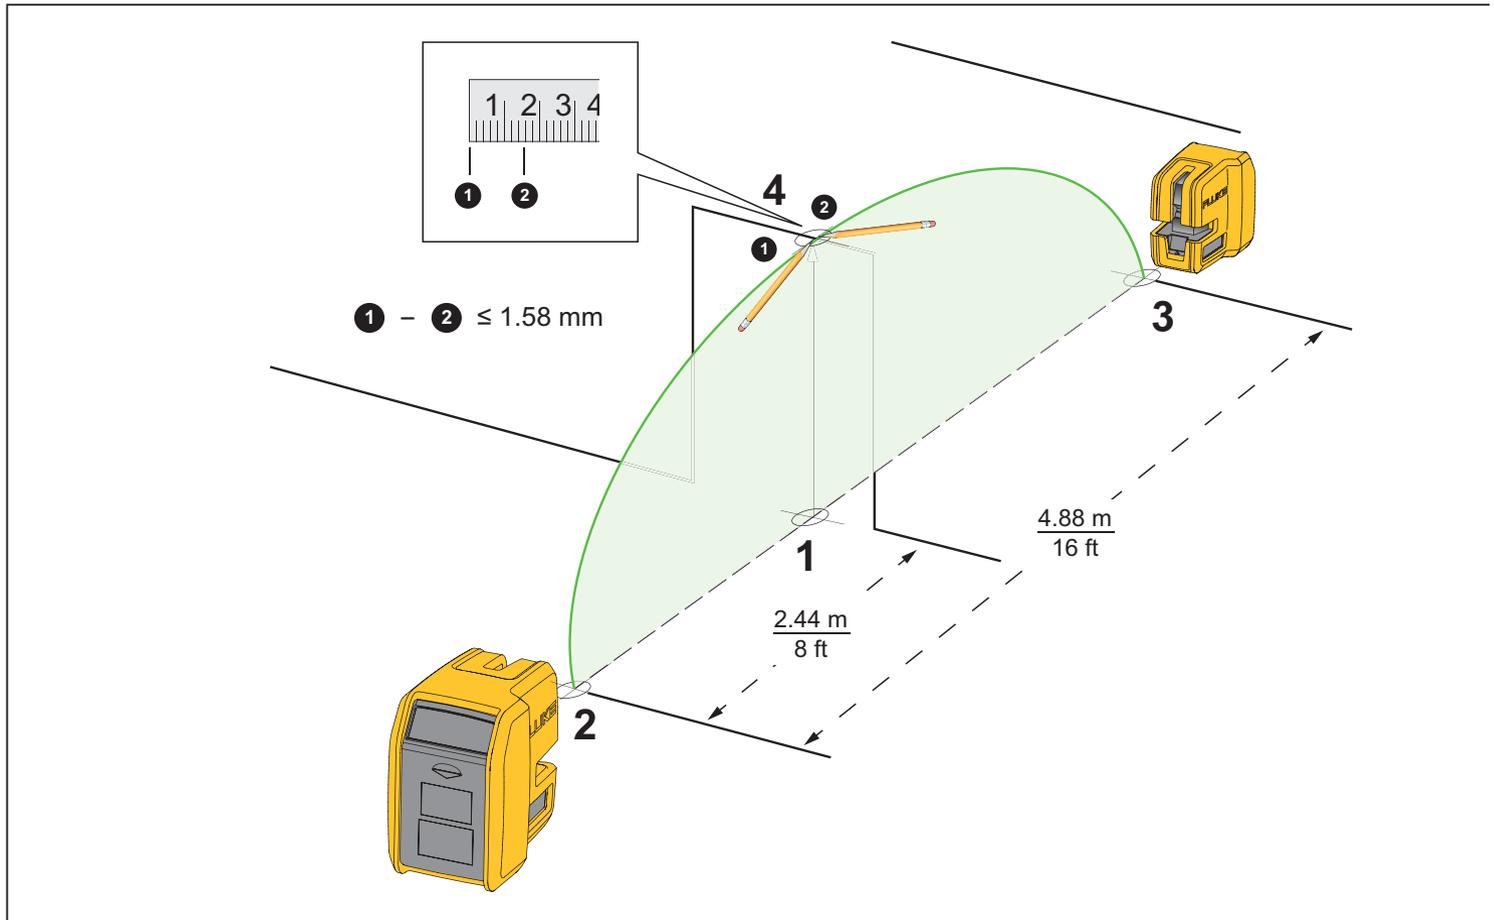

Figura 6. Precisión de láser vertical
2. Coloque una marca (marca **1**) en el suelo, en el centro de la puerta. Consulte la figura 6.